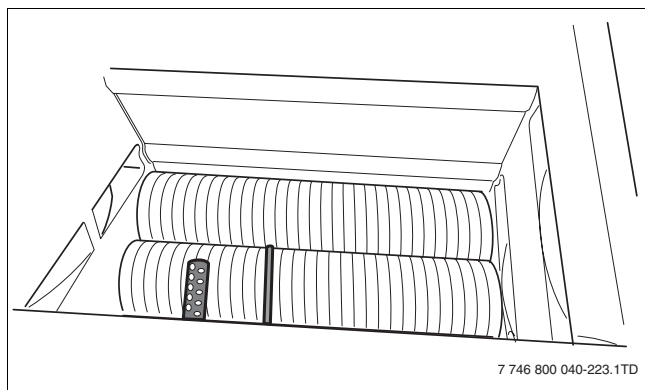
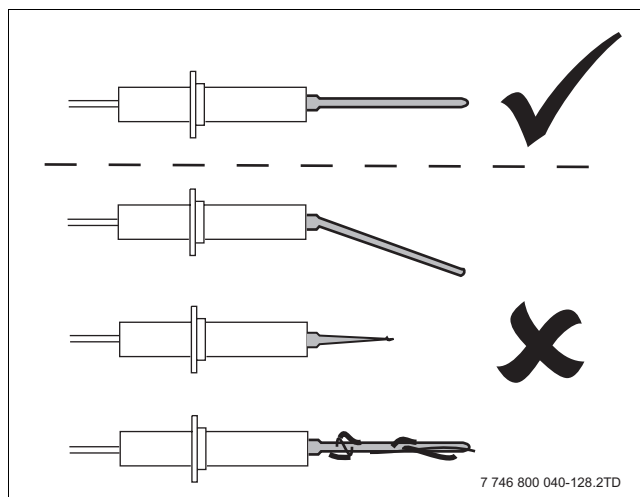
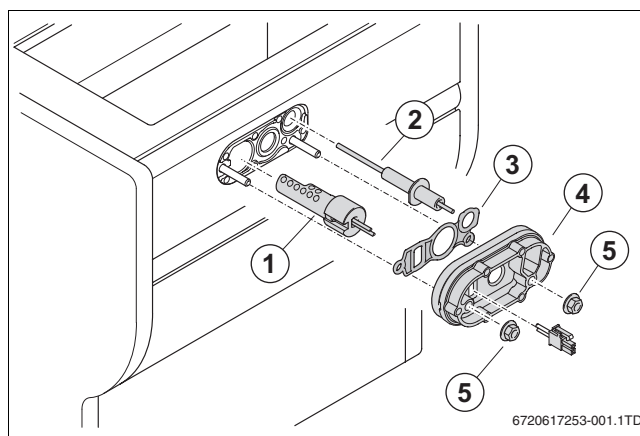

Рис. 93 Проверка ионизационного и запального электродов
Рис. 94 Проверка ионизационного электрода
Рис. 95 Замена запального устройства
- ▶ Проверьте износ, повреждение и загрязнение запального устройства (→ рис. 95) (→ рис. 93 и рис. 94).